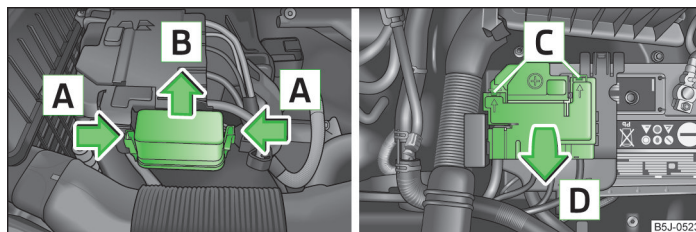

Fig. 152 Bateria del vehículo: Tapa de la caja de fusibles
- Apriete el estribo de seguridad de la tapa de la caja de fusibles simultáneamente en el sentido de la flecha **A** » fig. 152 retirando la tapa en el sentido de la flecha **B**.